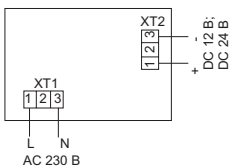

Рисунок 3
4.4.4 Подключение светильника ДПА 5032-3, ДПА 5043-3 к питающей сети переменного тока 230 В производится к контактам клеммной колодки ХТ1 (рисунок 3), расположенной на плате управления, согласно маркировке: (L) фазный проводник, (N) нейтральный проводник сети.